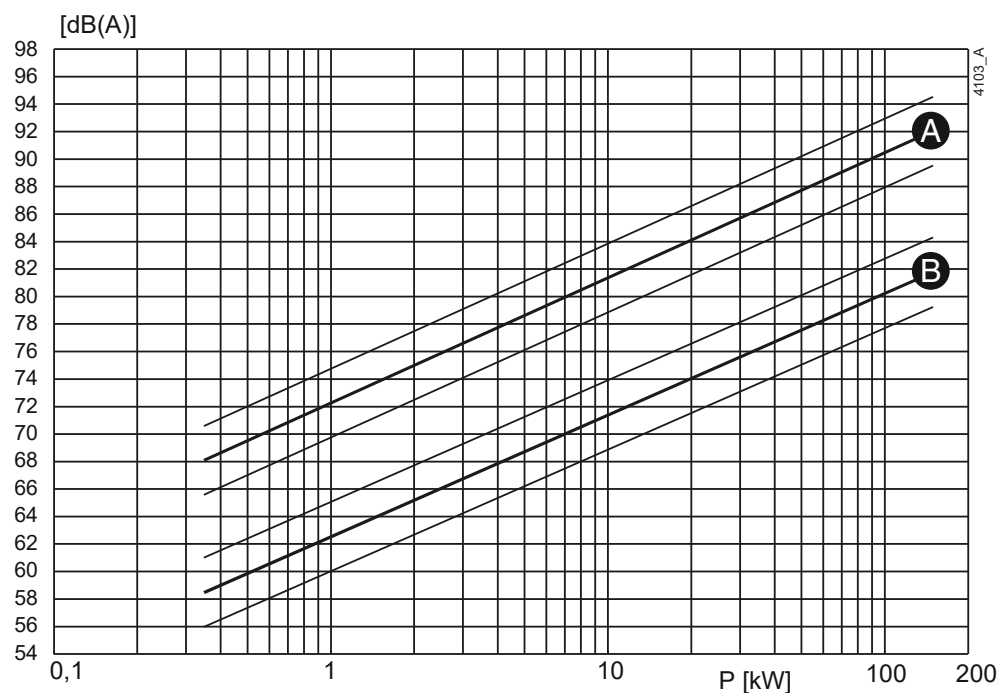
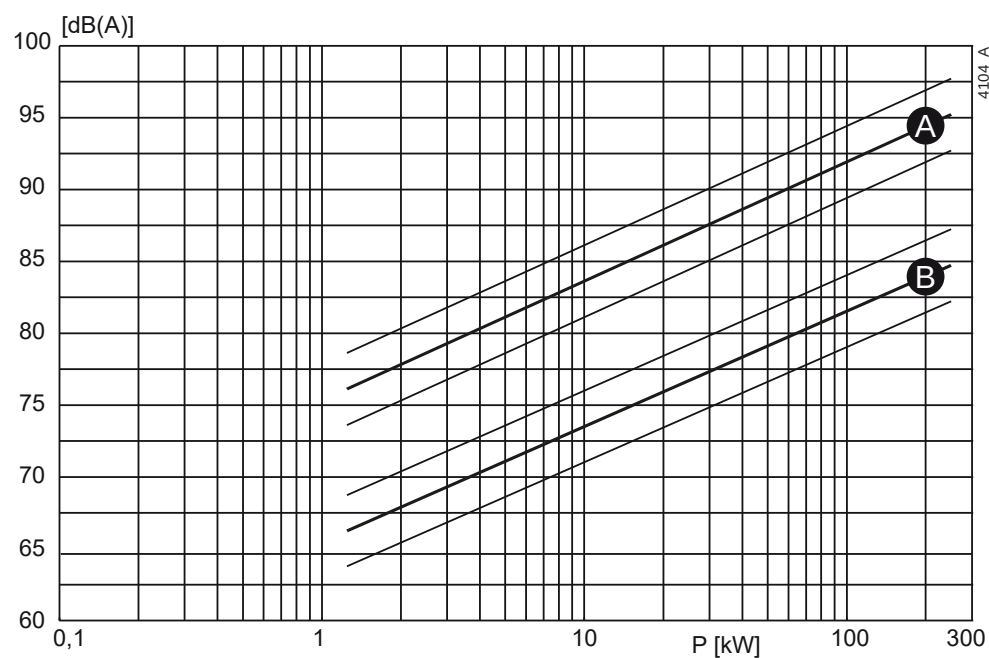

Figure 31: Niveau sonore en fonction de la puissance de la pompe [kW] à 1450 min^{-1}
Figure 32: Niveau sonore en fonction de la puissance de la pompe [kW] à 2900 min^{-1}
- 1 Déterminez le niveau sonore (L_1) de la pompe, voir Figure 31 ou Figure 32.